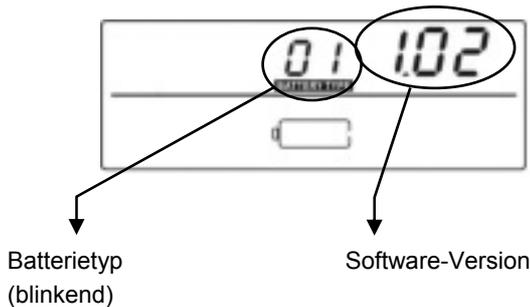

Abbildung 15: Software-Version
- Die Version der installierten Software wird oben rechts im Display angezeigt (Abbildung 15);